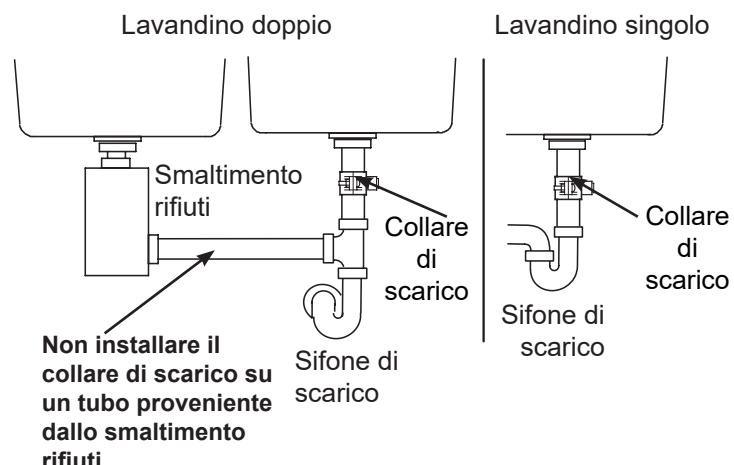

FIG. 6
- **Installare il collare di scarico in dotazione con il vostro dispositivo** (cfr. Fig. 6 & 7). Nel caso di un'installazione sotto il lavello installare il collare di scarico tra il lavello e il sifone. Cf Fig. 6.
Il collare di scarico incluso nel tuo sistema ad osmosi inversa è progettato per adattarsi a un tubo di scarico di 1-1 / 2" (3,8 cm) di diametro. Nei seguenti passaggi, si installerà il collare di scarico sopra (a monte) al sifone, vedi Fig.6. Assicurati di rispettare le normative locali in materia di idraulica.